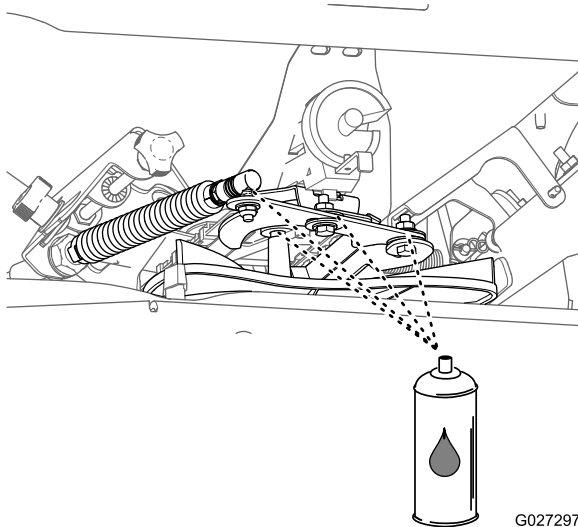

Figure 49
- Appliquez du lubrifiant hydrofuge sur les composants, comme montré à la Figure 49.